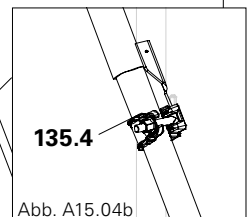

Abb. A15.04b
3. Untere Kupplung (135.4) lösen und Multiabstützung soweit ausziehen bis der erforderliche Abstützwinkel von  $\alpha \leq 60^\circ$  erreicht ist. Untere Kupplung anziehen. (Abb. A15.04b)